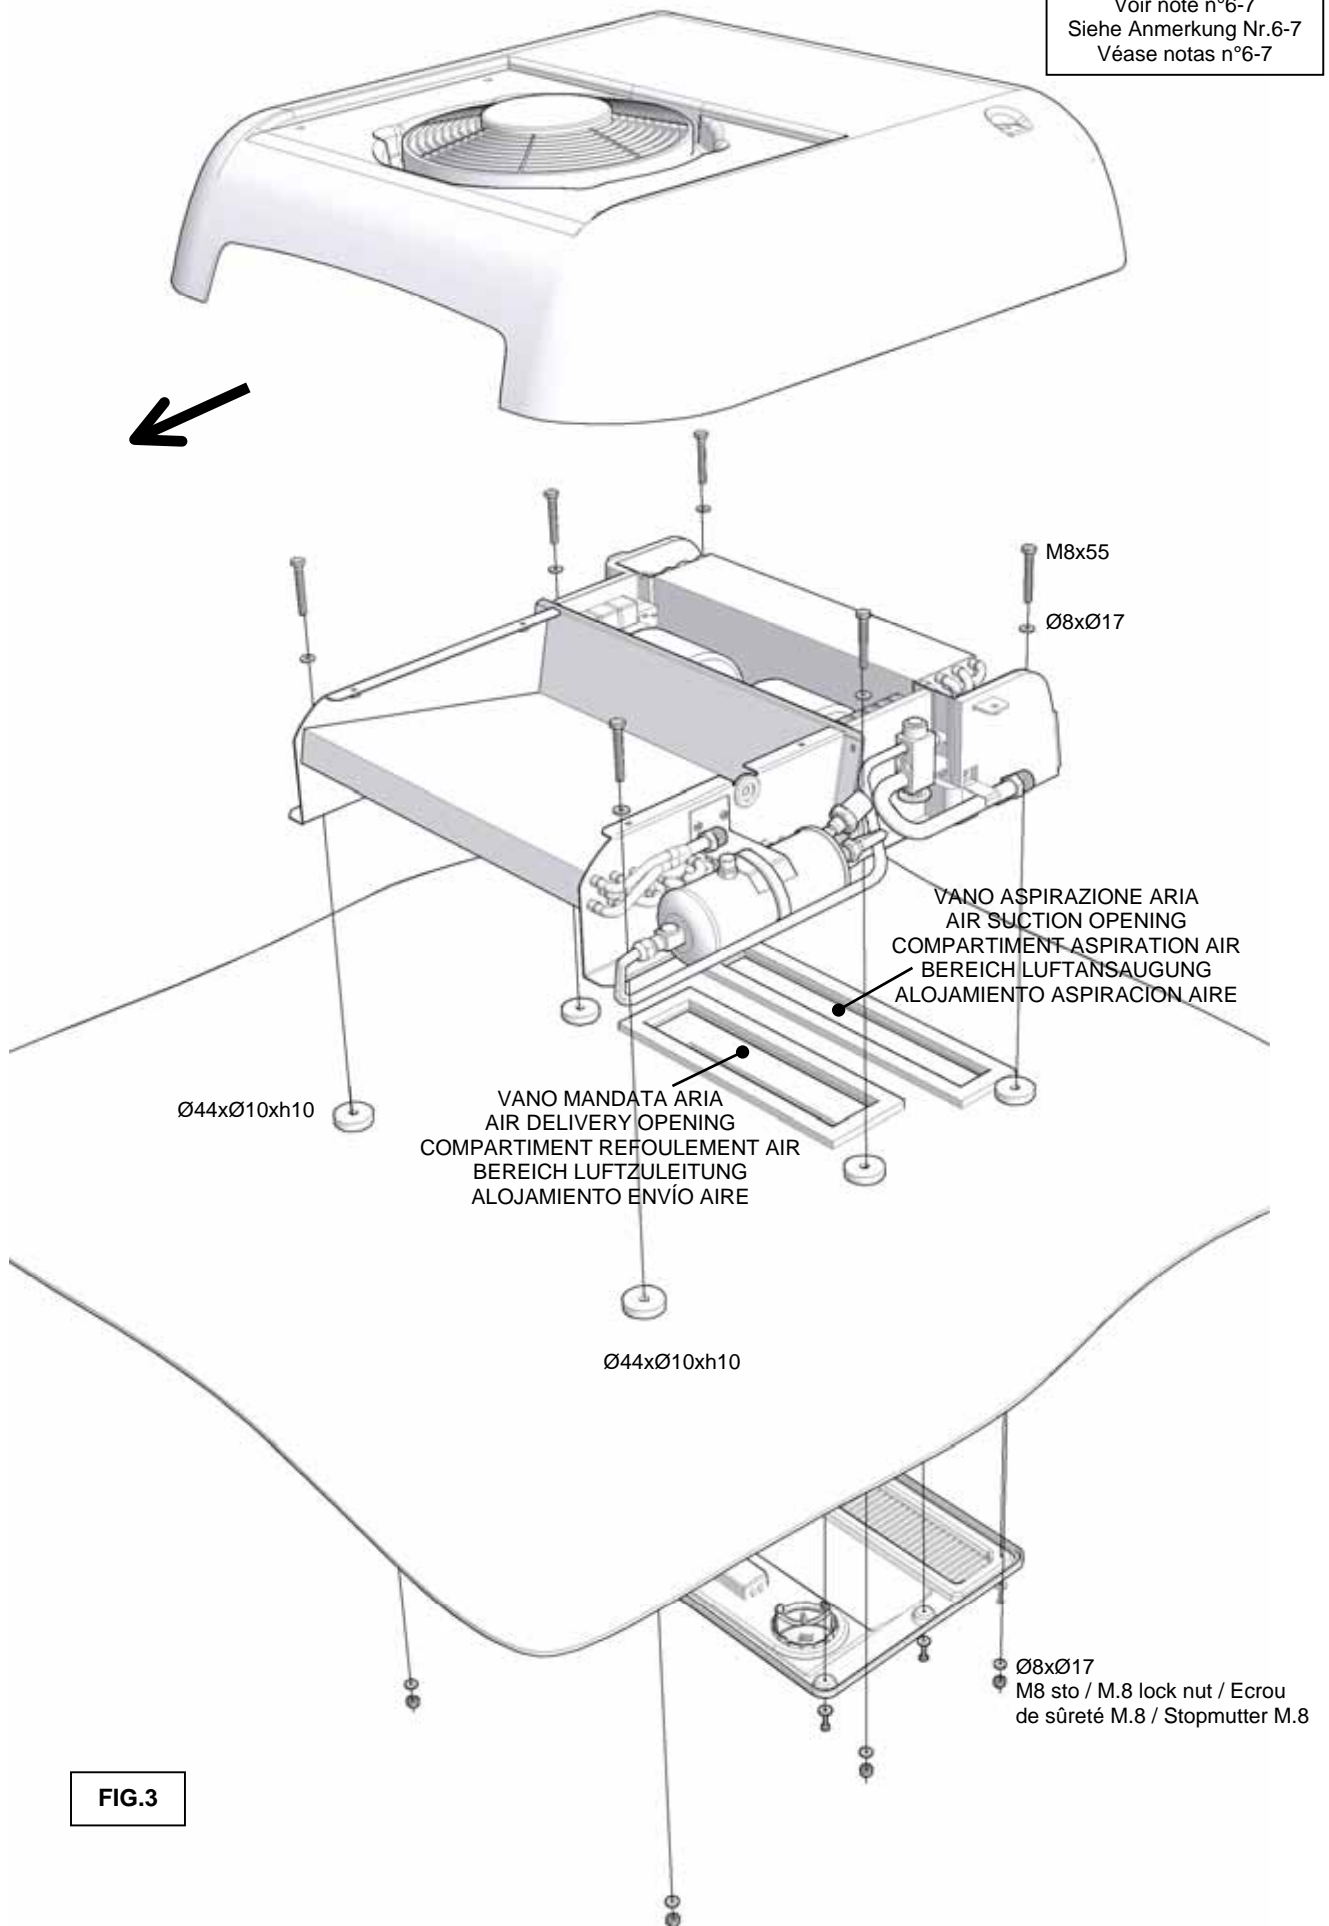

FIG.3
- 6** I Per l'installazione, vengono fornite **6** rondelle in gomma Ø44x10xH10 (**vedi pag.5**), da inserire tra la base del condizionatore ed il tetto del veicolo (**vedi fig.3**).
- GB** To fit the unit, **6** rubber spacers Ø44x10xH10 (**see pag.5**) are supplied. These should be placed between the base of the air-conditioner and the roof of the vehicle (**see fig.3**).
- F** Pour l'installation, sont fournis **6** entretoises en caoutchouc Ø44x10xH10 (**voir pag.5**), à insérer entre la base du conditionneur et le toit du véhicule (**voir fig.3**).
- D** Für die Montage werden **6** Gummiunterlagsscheiben Ø44x10xH10 (**siehe Seite 5**) mitgeliefert, die zwischen die Unterseite der Klimaanlage und dem Fahrzeugdach einzufügen sind (**siehe Abb.3**).
- E** Para la instalación, se suministran **6** distanciadores de goma Ø44x10xH10 (**ver pag.5**), que se tienen que introducir entre la base del acondicionador y el techo del vehículo (**ver fig.3**).